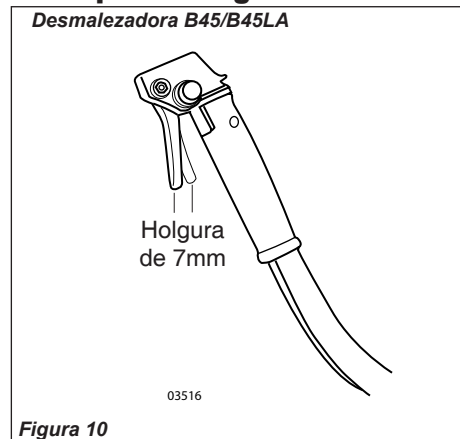

Figura 10
2. Pruebe la palanca del acelerador y su holgura correcta de aproximadamente 7mm en la posición de marcha mínima. Consulte la figura 10. Si es necesario, ajustes pueden ser realizados en el carburador :